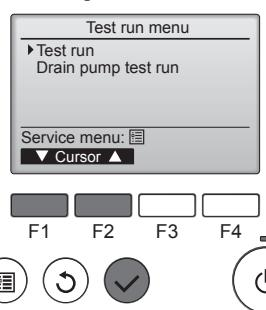

Fig. 7-4
④ С помощью кнопок [F1] или [F2] выберите пункт "Test run" (Тестовый прогон) и нажмите кнопку ⌂. (Fig. 7-4)